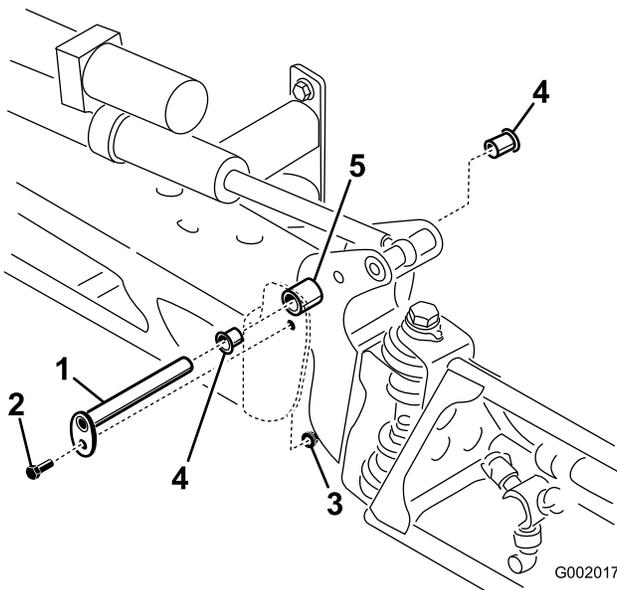

Figure 53
3. Lorsque le poids de la rampe est supporté, retirez le boulon et l'écrou de fixation de l'axe de pivot à l'ensemble rampe (Figure 53). Retirez l'axe de pivot.
5. Déposez et examinez les bagues en nylon à l'avant et à l'arrière du support de pivot (Figure 53). Remplacez les bagues défectueuses.
7. Montez l'ensemble rampe et support de pivot dans le bâti central en alignant les ouvertures (Figure 53).